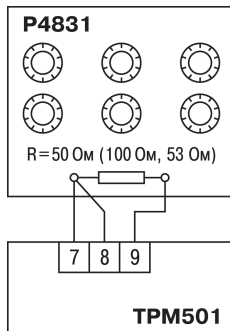

Рисунок 8.1 – Схема підключення
1. Підімкнути до входу (клеми 7 – 9, див. *рисунок 8.1*) пристрою замість датчика магазин опорів типу P4831 (або подібний йому з класом точності не нижче 0,05) за трипровідною лінією. Опори проводів у лінії повинні бути рівні один одному і не перевищувати 15 Ом.